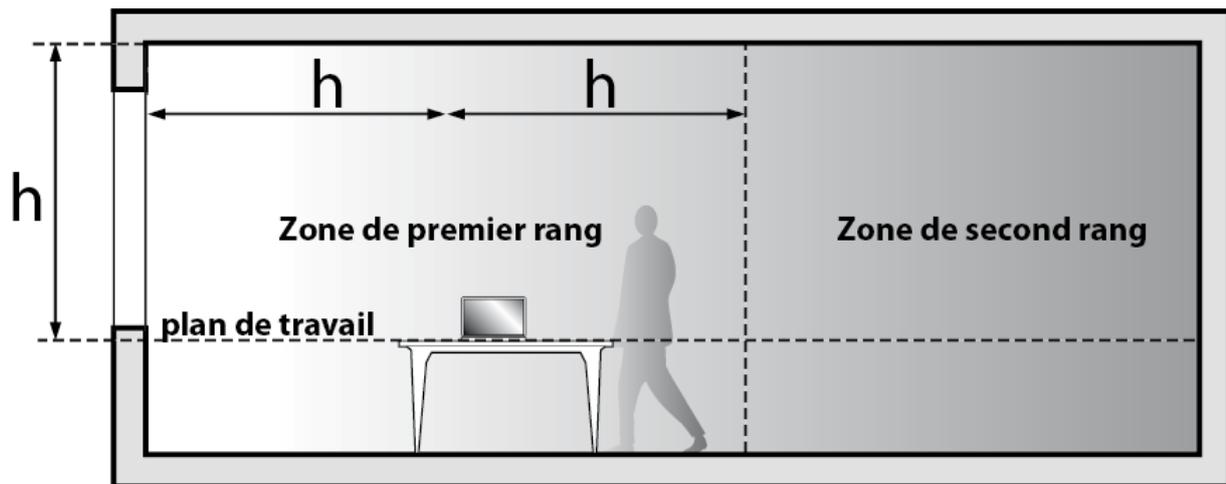

Figure 131 : Représentation schématique des zones de premier et second rangs (référentiel Certivéa®).
La représentation schématique de la zone de premier rang selon le référentiel Certivea® est décrite à la Figure 131.
4. Le contour de la zone de premier rang s'affiche alors en jaune (cf. représentation schématique des zones de 1^{er} et 2nd rang selon référentiel Certivea® sur la Figure 131).